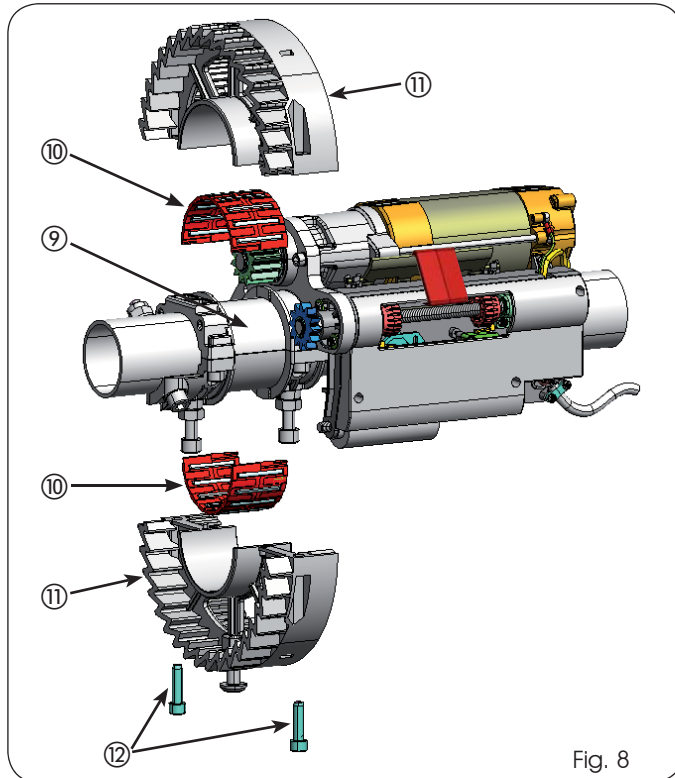

Fig. 8
- Nettoyer minutieusement la surface de la bride (réf. ⑨ Fig. 8) en veillant à enlever tout dérivé métallique du perçage précédent;
- Insérer sur la bride les deux parties du palier à rouleaux (réf. ⑩ Fig. 8) et les encastrer de manière à former un corps unique;
- Assembler la couronne de transmission (réf. ⑪ Fig. 8) avec les deux vis en réf. ⑫;